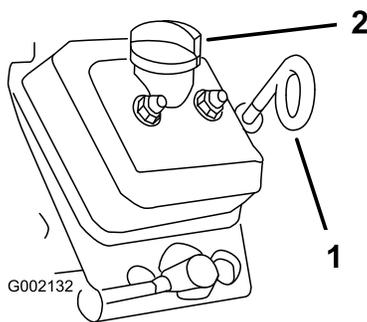

Figura 20
3. Utilize um pano para limpar em redor da vareta de óleo e tampão de enchimento (Figura 20) de forma a que a sujidade não caia no tubo da vareta ou no tubo de enchimento e danifique o motor.
4. Retire a vareta do óleo e limpe a extremidade (Figura 20).
5. Volte a colocar a vareta completamente no tubo da vareta (Figura 20).
8. Volte a colocar o tampão de enchimento; consulte Figura 20.
9. Insira a vareta do óleo e coloque-a com firmeza (Figura 20).